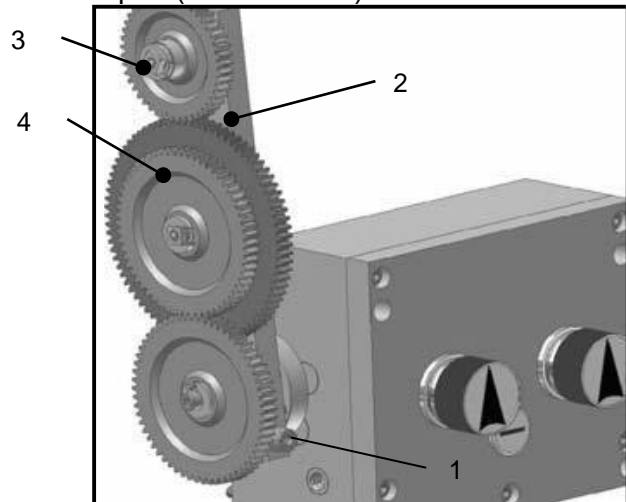

Рис. 15
- Ослабьте винт (1, *Рис.15*) поворотной консоли (2, *Рис.15*)
- Выведете, повернув на себя, из зацепления со шпинделем консоль (2, *Рис.15*) с набором шестерен для удобства настройки
- Извлеките фиксирующие шайбы осей шестерен, и открутите квадратные гайки (3, *Рис.15*)
- Аккуратно снимите шестерни (4, *Рис.15*) с осей, извлеките передвигаемые сухари осей шестерен (не показаны).
После регулировки зазоров между шестернями и их фиксации, поворотом консоли (2, *Рис.15*) введите шестерни в зацепление с шестерней на шпинделе и зафиксируйте ее винтом (1, *Рис.15*).